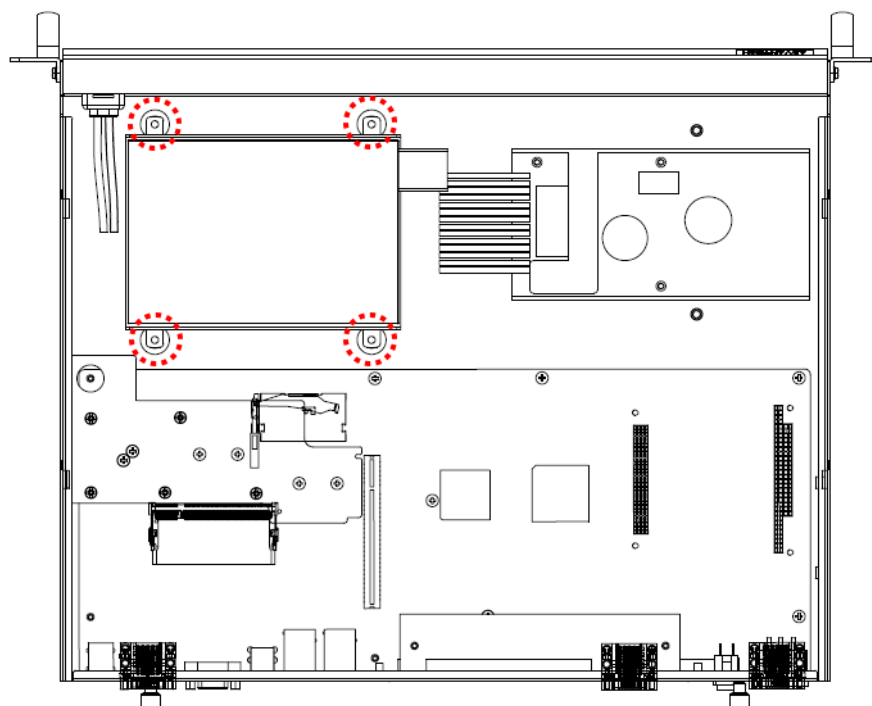

Figure 5.4 Loosen the four screws on the shockproof bracket/ 卸载防冲击支架上的 4 个螺丝
2. Remove shockproof bracket, loosen the four screws of bracket. (See Figure 5.4)
2. 移除防冲击支架，卸下支架上的 4 个螺丝。（如图 5.4 所示）